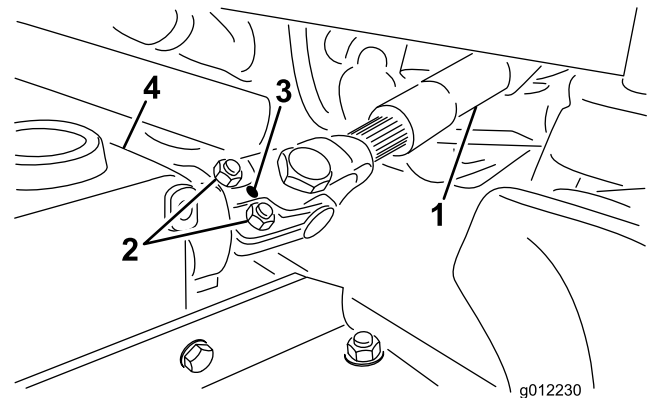

Bild 6
1. Schieben Sie die Zapfwelle mit Außengewinde in die Zapfwelle mit Innengewinde (Bild 6). Richten Sie die Befestigungslöcher in der Antriebswelle des Getriebegehäuses mit den Löchern in der ZWA-Welle aus und schieben Sie sie zusammen.
2. Befestigen Sie sie mit einem Spannstift (Bild 6).
3. Ziehen Sie die Schrauben und Muttern an (Bild 6).